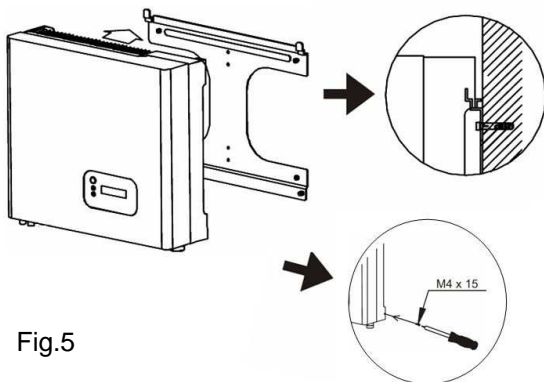

Fig.5
- Fissare le 2 viti di sicurezza negli appositi fori laterali di cui è provvisto l'apparecchio (**Fig. 5**).